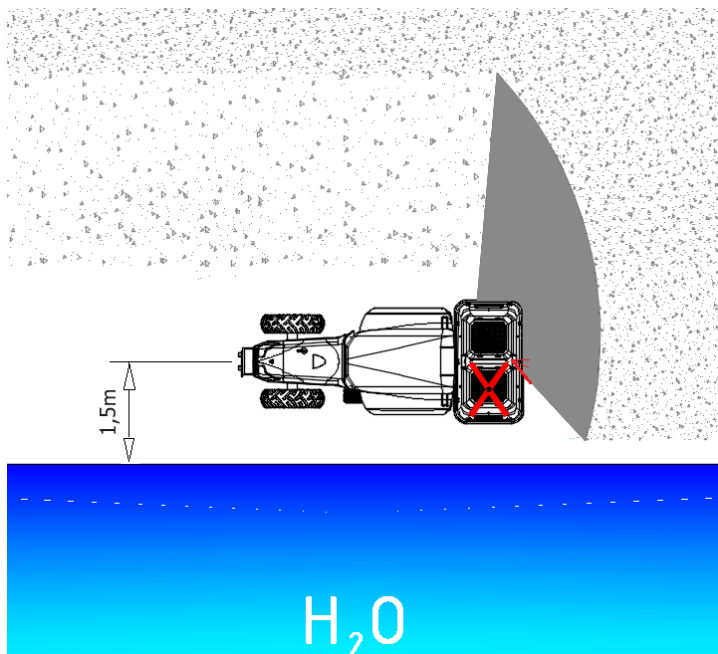

Figure 6.10 - Exemple d'épandage- limitation "depuis le bord"
Si vous souhaitez limiter l'épandage à la moitié complète du schéma d'épandage (*figure 6.10*), la limitation "DEPUIS LE BORD", vous devez procéder comme suit :
- **Déplacez le tracteur de 1,5 mètre** du centre vers le bord, comme le montre l'image ci-contre (*figure 6.10*),